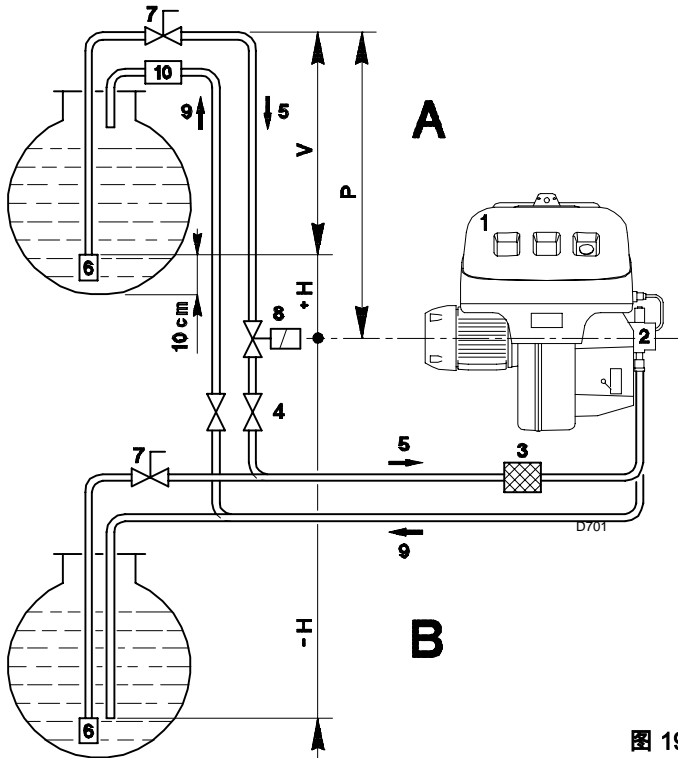

图 19
**双管路系统 (图 19)**
**14 bar:** 为了增大喷油量或确保环境温度低于 0°C 时的点火启动。调整油泵压力，可使用螺栓 5) (图 19 第 21 页)。